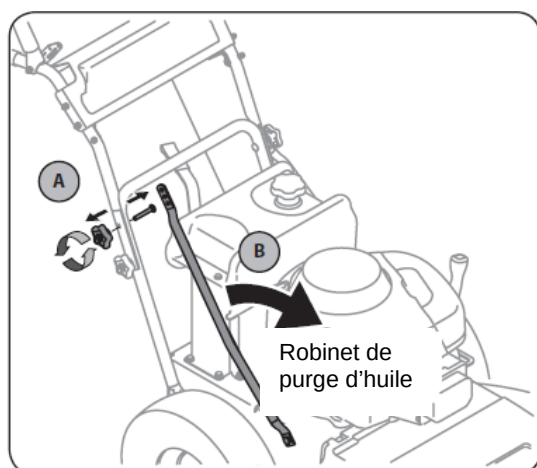

Figure 6-1
2. Retirez la poignée étoile et la vis de carrosserie sur le côté droit de la poignée. Consultez la Figure 6-1.
3. Faites pivoter le tube de maintien avant pour allouer de l'espace pour brancher le boyau de vidange d'huile au robinet de purge d'huile. Consultez la Figure 6-1.